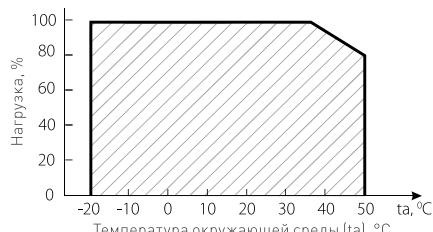

Рис. 4. Максимальная допустимая нагрузка, % от мощности источника.
4.3. Не нагружайте источник питания более 80 % от его максимальной мощности. Учитывайте, что с повышением температуры окружающей среды, максимальная мощность источника питания снижается, см. график зависимости на Рис. 4.